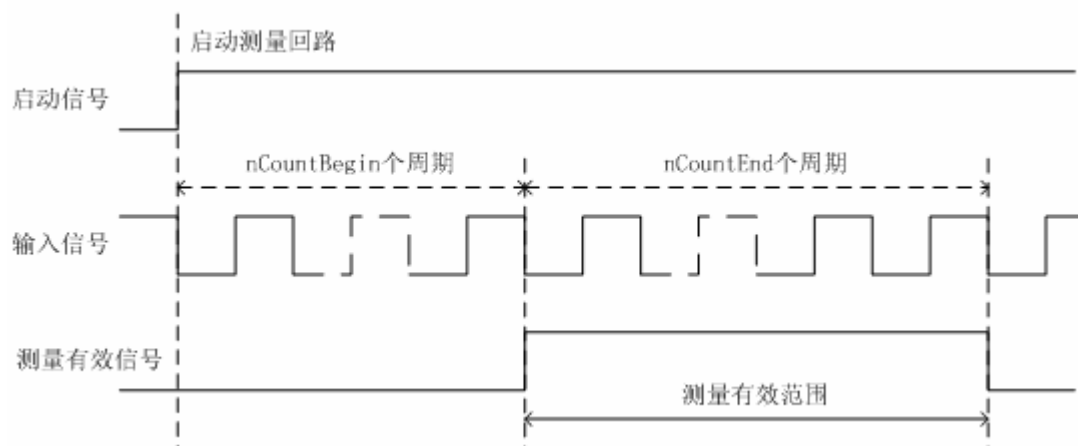

图 2-6-2
- 2) nCount: 设置信号的测量次数, 见 (图 2-6-2)